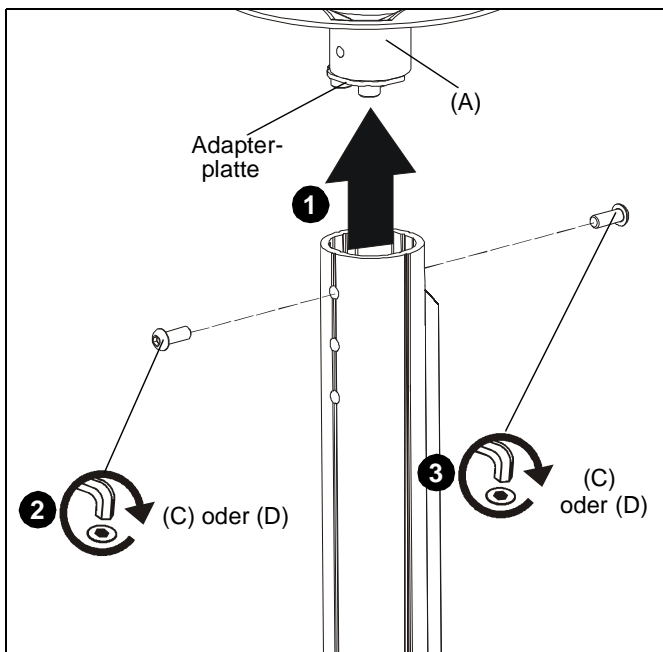

Abb. 4
1. Montieren Sie die Säule an den CPA-Adapter, wobei Sie darauf achten müssen, dass die Löcher der (nicht mitgelieferten) Ausziehsäule und der CPA115-Halterung (A) genau übereinander liegen. (Siehe Abb. 4)
2. Schrauben Sie entweder eine M6x16-Halbrundkopfschraube (C) oder eine Sicherheitsschraube (D) in das Loch auf der Seite des CPA-Rohrs, auf der sich die Adapterplatte des CPA-Adapters befindet. (Siehe Abb. 4)
3. Befestigen Sie den CPA115 auf der gegenüberliegenden Seite des CPA -Rohrs mit der anderen M6x16-Halbrundkopfschraube (C) oder Sicherheitsschraube (D) an der Ausziehsäule. (Siehe Abb. 4)